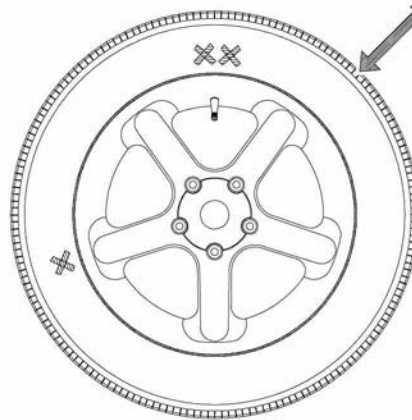

Figure 29
1. L'écran affiche « VAL tOP ». Tourner la roue jusqu'à ce que la valve soit au plus haut point. (12 sur une horloge) ?et appuyer sur la touche P. L'appareil mémorise la position de la valve. Voir la figure 29.